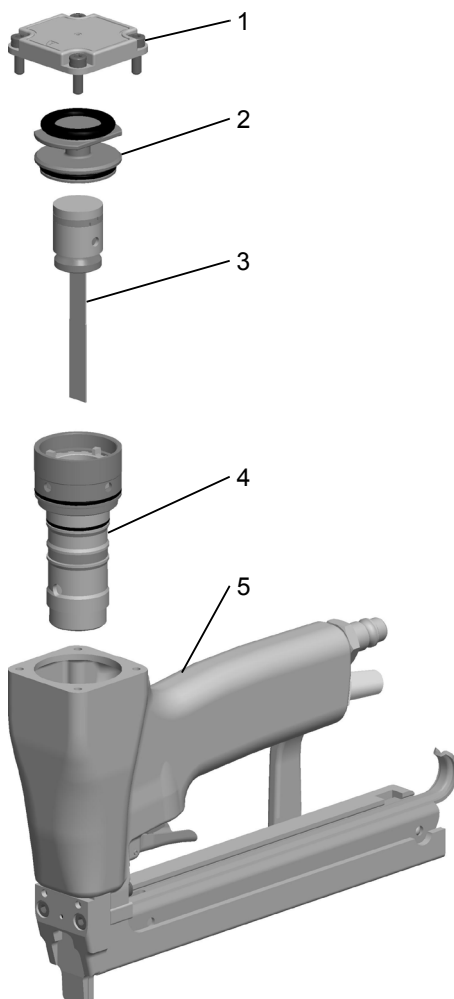

Fig. 7
- Vier Zylinderschrauben (Fig. 7/1) lösen und Deckel entfernen.